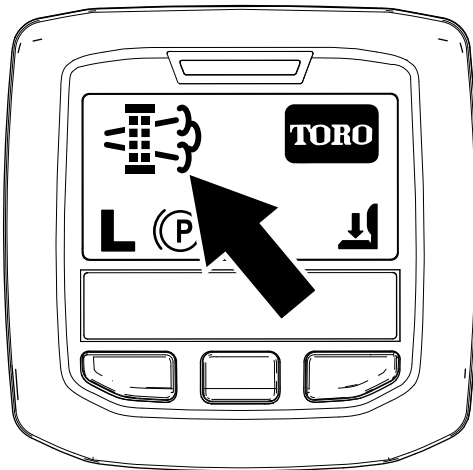

Figura 39
- Quando il computer del motore richiede una rigenerazione parcheggiata o una rigenerazione di recupero, nell'InfoCenter viene visualizzata l'icona della richiesta di rigenerazione (Figura 39).